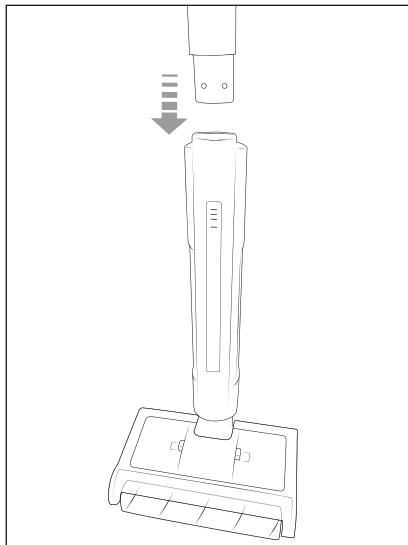

Abb. 1
- ◆ Stecken Sie den Handgriff **1** auf das Gerät, bis er hörbar einrastet (siehe Abb. 1).